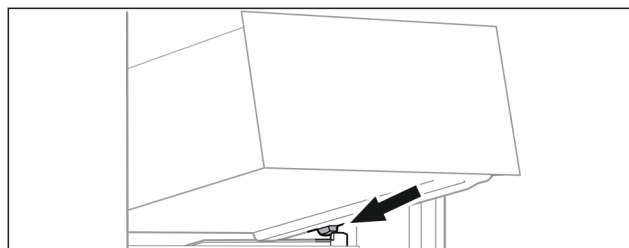

Fig. 91
- Nasad'te zásuvku šikmo za zarážkami na rebro nádoby. (pozri Fig. 91)